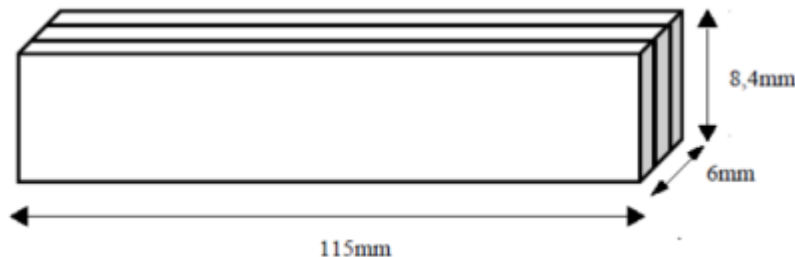

Figura 2 – Número de Palitos por barra
5.5. Os protótipos deverão ser construídos com barras que possuam seções transversais de, no máximo, 3 palitos de picolé, conforme ilustra a Figura 2 abaixo.